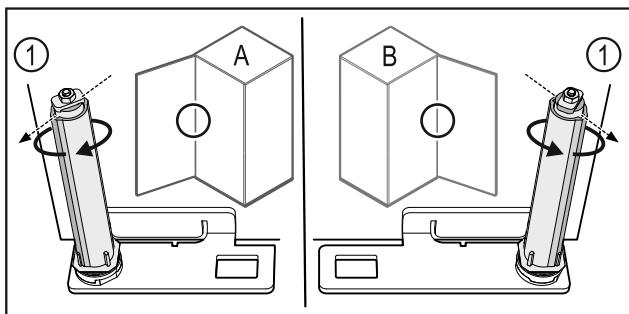

Fig. 60 Розкриття ліворуч (A) / Розкриття праворуч (B)
- Систему закриття повернути проти опору доки перемика система закриття Fig. 60 (1) не показуватиме назовні.